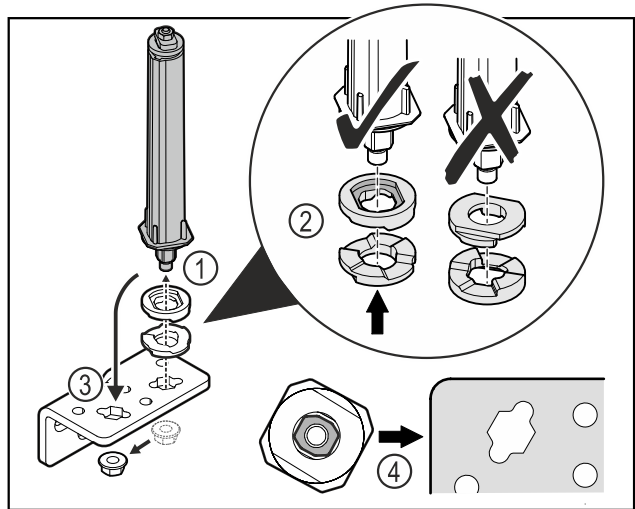

Fig. 36
- ▶ Oldja ki az anyát, és távolítsa el az ajtózáro rendszert Fig. 36 (1).
- ▶ Ügyeljen a magasságállító alátétek helyes beigazítására Fig. 36 (2).
- ▶ Helyezze át az ajtózáro rendszert a zsanéridombban, és rögzítse az anyával Fig. 36 (3).
- ▶ Behelyezéskor ügyeljen az ajtózáro rendszer helyes beigazítására Fig. 36 (4).